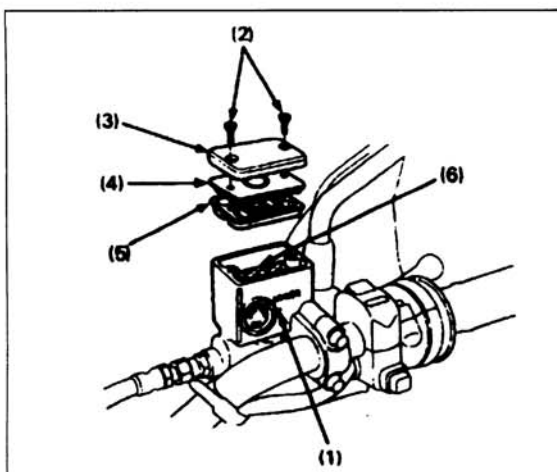

Bild 28
- Beide Schrauben am Deckel ausdrehen und Deckel samt Membrane und Zwischenstück abnehmen (Bild 28).
- Pegelstand bis zur oberen Markierung auf der Behälter-Innenseite, bzw. hinten bis zur UPPER-Markierung auffüllen, siehe Bild 28. Nur Bremsflüssigkeit der Qualität DOT 3 oder DOT 4 verwenden! Da sich Bremsflüssigkeit hygroskopisch verhält, also Wasser anzieht, muss Behälter immer gut verschlossen sein. Keinesfalls dürfen Verunreinigungen, Schmutz oder Wasser in Behälter gelangen.